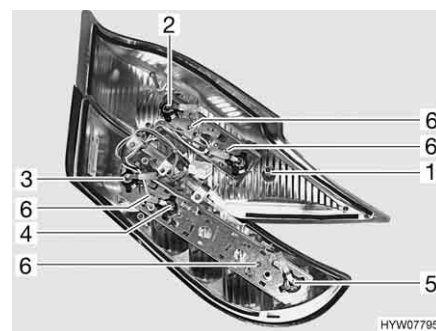

Fig. 244 Luci posteriori (lato posteriore)
- Svitare le due viti Torx (Fig. 244,6) del rispettivo listello di supporto poste sul lato posteriore dell'involucro.